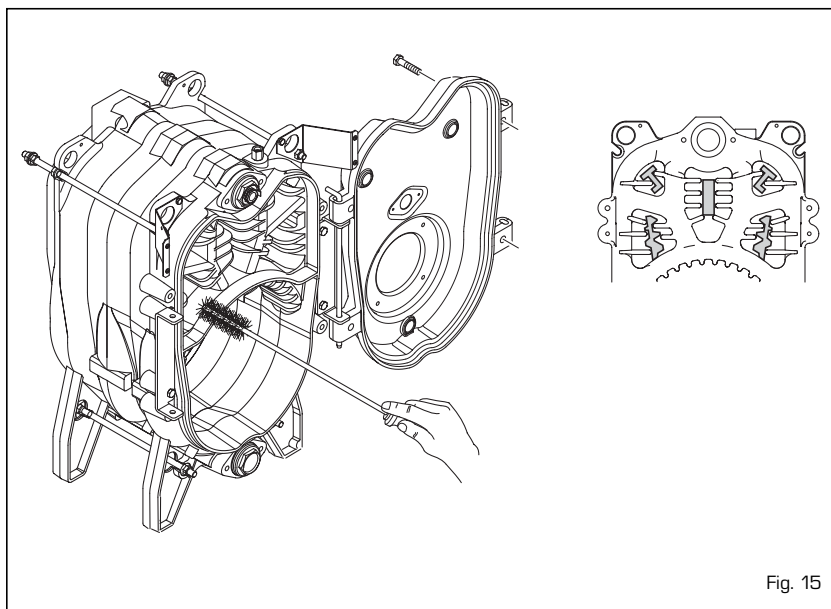

Fig. 15
4.7.1 Pulizia passaggi fumo (fig. 15)
Per la pulizia dei passaggi fumo del corpo caldaia utilizzare un apposito scovolo. A manutenzione avvenuta posizionare i turbolatori nella posizione iniziale (fig. 15).